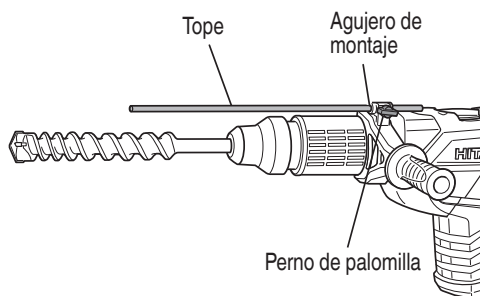

Fig. 11
- (c) Cambia la palanca selectora a "martilleo" de acuerdo con los procedimientos mencionados en el ítem (1) anterior y asegure la posición de la herramienta.
5. Instalar el tope (Fig. 11)